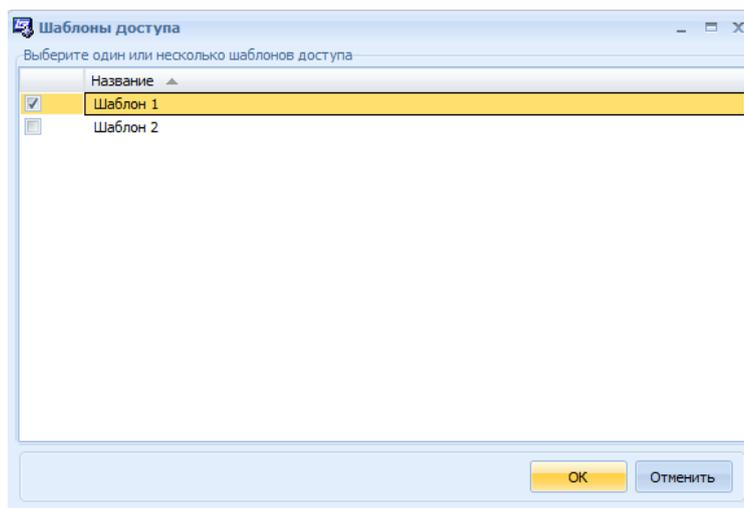

Рис. 5 Окно Выбор шаблонов доступа
- **Шаблон доступа** – необходимо выбрать шаблон доступа для сотрудников данного объекта. Для этого нужно нажать кнопку **Изменить**, в результате чего откроется окно **Шаблоны доступа**, в котором следует выбрать шаблон из списка имеющихся (Рис. 5) и нажать **Ок**. Создание шаблонов доступа описано далее. См. 23.5. В случае добавления шаблона доступа, предыдущие графы заполнять не потребуется.